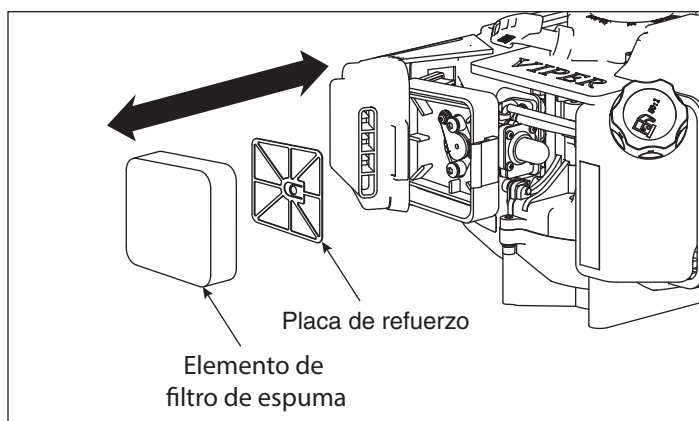

Figura 7
4. Retire el elemento de filtro de espuma (**CONSULTE LA FIGURA 7**) reemplace con un nuevo filtro lubricado, o lave el filtro de espuma original con agua tibia y jabón suave. Recuerde lubricar completamente el filtro de espuma con aceite para motor grado 30 o 40 y quitar el exceso de aceite.